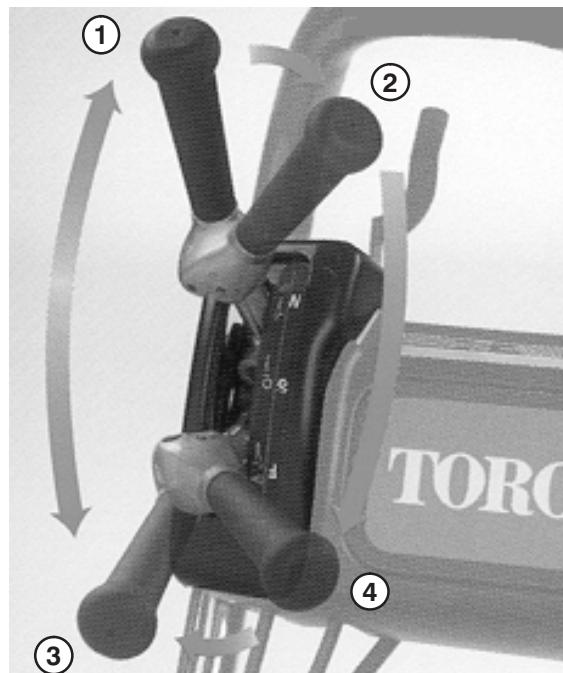

Bild 28
1. Starten Sie den Motor, stellen Sie den Gashebel auf verringerte Geschwindigkeit, drücken Sie den Griff nach unten, um das Schneidwerk anzuheben, schieben Sie den Fahrantriebshebel in die Stellung „Aktiviert“ und transportieren Sie den Rasenmäher an eine Ecke der Rasenfläche (Bild 28).
2. Schieben Sie den Fahrantriebshebel auf die Stellung „Deaktiviert“ und kuppeln Sie den Spindelantriebshebel ein (Bild 28).
3. Schieben Sie den Fahrantriebshebel in die Stellung „Aktiviert“, geben Sie soviel Gas, bis der Rasenmäher die gewünschte Geschwindigkeit erreicht hat. Fahren Sie den Rasenmäher auf die Rasenfläche, lassen Sie den Rasenmäher vorne ab und starten Sie mit dem Mähen (Bild 28).